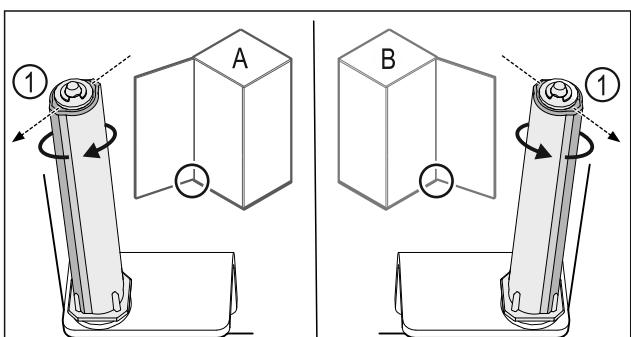

Fig. 50 Левое навешивание (A) / правое навешивание (B)
- Поворачивайте систему закрытия, преодолевая сопротивление до тех пор, пока ее ребро Fig. 50 (1) не будет направлено наружу.